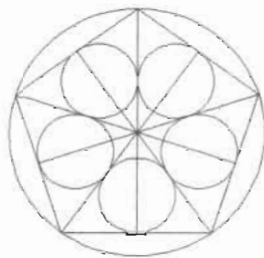

图 3-73
(6) 继续执行“绘图>圆>相切、相切、相切”菜单命令，绘制出如图 3-73 所示的圆形。